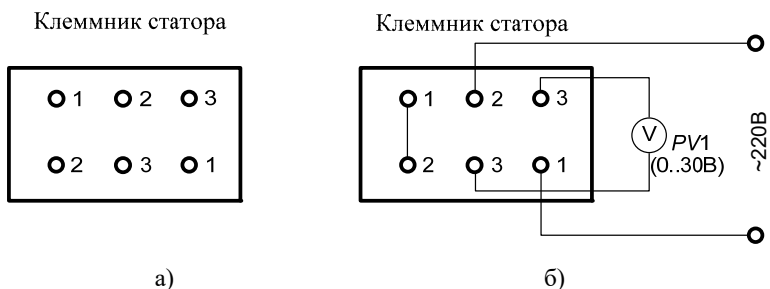

Рис. 15.4. Определение маркировки зажимов двух фаз
В результате проделанной работы на клеммнике статора асинхронного двигателя могут быть проставлены обозначения (рис. 15.4, а).
- а) на зажимы одной из фазных катушек, например, 3-3 (рис. 15.4, а), включить вольтметр с необходимым пределом измерения (0...30 В);
- б) два любых зажима катушек первой и второй фазы замкнуть между собой, например, два левых зажима 1 и 2 (рис. 15.4, а);